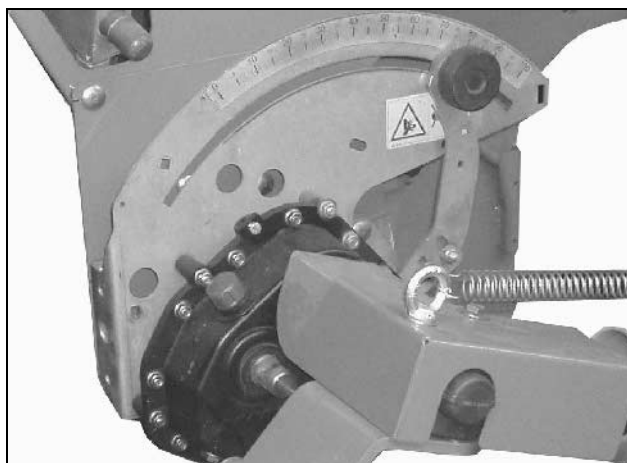

Fig. 23
- maneta cutiei de viteze (Fig. 23/2) se reglează manual. Cu cât e mai mare valoarea pe scală, cu atât va fi mai mare cantitatea de semințe împrăștiate.
- motorul de poziționare modifică poziția (Fig. 23/1) manetei cutiei de viteze (Fig. 23/2) (opțiune).